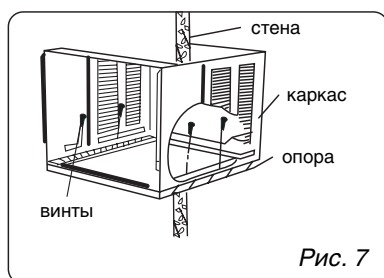

Рис. 7
3. Снимите изоляцию, проложенную вокруг компрессора на время транспортировки. Перед тем, как вставить кондиционер в каркас, убедитесь, что отверстие в поддоне для сбора конденсата правильно расположено (рисунок 7).